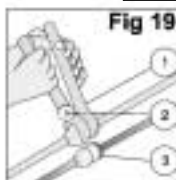

Fig. 19
- Preparare il doppino per il collegamento, così come si vede nella Fig. 19.
- Scollegare il resistore (5) dal doppino (3) collegato all'unità interna e poi collegare il doppino al connettore del doppino (6) fornito a corredo.
- Collegare alla morsettierà (9) dell'unità esterna l'altra estremità del doppino (6) a corredo.